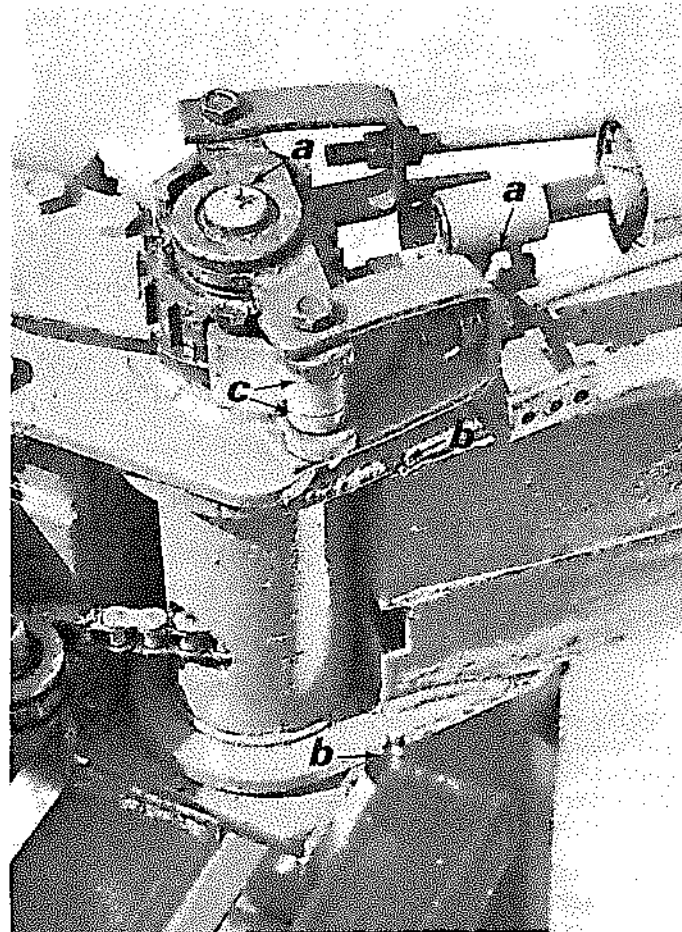

Abb. 5. Schmierpunkte.
- Gleitlager-Ringe Außenrohr (2x) Abb. 5
- Zufuhrmechanismus (2x) Abb. 5
- die Büchsen worauf die Sperrklinken des Zufuhrmechanismus gelagert sind (Abb. 5-C)